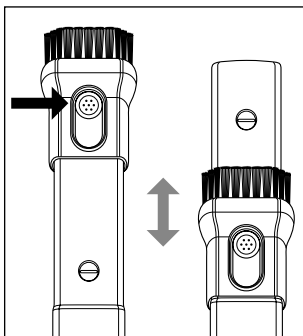

Fig. 3
- ◆ Pentru ajustarea duzei de aspirare 2 în 1 **12** țineți apăsat butonul de pe duza cu perii. Împingeți duza cu perii în față dacă doriți să utilizați duza cu perii. Împingeți duza cu perii înapoi dacă doriți să utilizați duza pentru rosturi (a se vedea fig. 3).